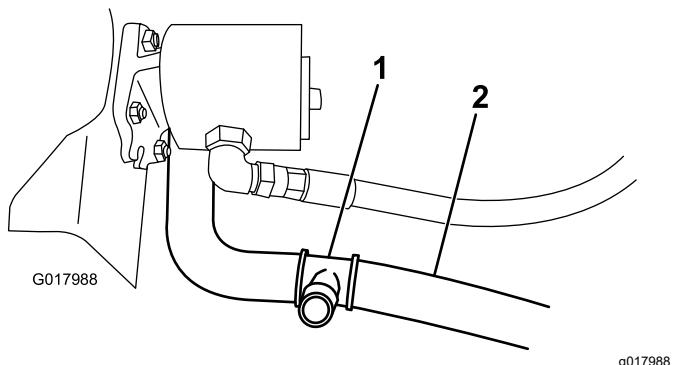

図 17
2. 下側ラジエターhosを、90°の曲がりのセンターラインから89 mmの所で切断する図 17。
3. 切断した部分に字フィッティングを入れ、幅広のホースクランプ2個で固定する図 17。